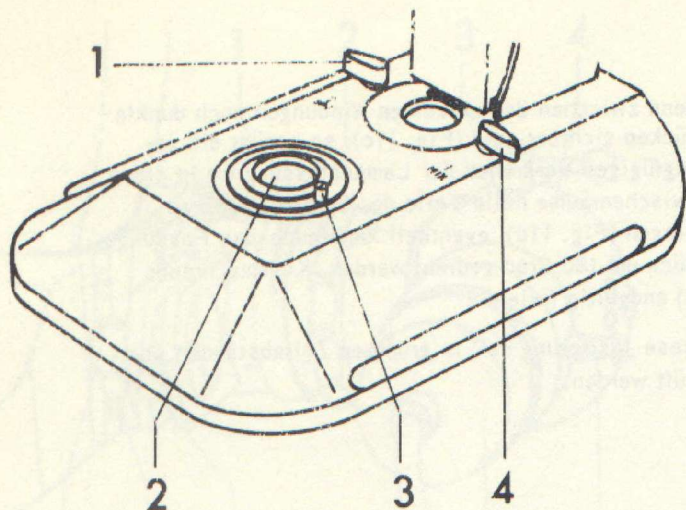

Fig. 12
Am "ZETOPAN" Durchlichtbeleuchtung einstellen – die Schwenkhebel (1/ Fig. 12) und (4/ Fig. 12) nach links bzw. nach rechts außen drehen.
Schwenklinse mit Knopf (3/ Fig. 12) auf "EX" stellen.
Auf die Lichtaustrittsöffnung (2/ Fig. 12) ein Blatt Papier legen. Durch Einstellen des Lampenkollektors mit Rändelrad (12) und Schließen der Lampenfeldblende mit Stift (13) das Bild des glühenden Wendels
Anschließend wird der Lampenkollektor entgegen den Uhrzeigersinn bis zum Anschlag gedreht und die Schwenklinse mit Knopf (3/ Fig. 12) auf "EX" gestellt. Durch Verschieben des Präparates wird eine leere Stelle in das Gesichtsfeld gebracht. Der Kondensor wird dann mit Triebbrad so weit gesenkt, bis im Gesichtsfeld das Lampenwendel scharf erscheint. Nun kann durch Verschieben und Verdrehen der Lampenfassung, das Lampenwendel mit seinem Spiegelbild genau zur Deckung gebracht werden. In etwaige dunkle Lücken zwischen den Windungen bringt man helle Teile des Spiegelbildes.
Auf die Lichtaustrittsöffnung (2/ Fig. 12) ein Blatt Papier legen. Durch Einstellen des Lampenkollektors mit Rändelrad (2) und leichtes Schließen der Lampenfeldblende mit Stift (1) das Bild des glühenden Wendels auf dem Papier entwerfen.